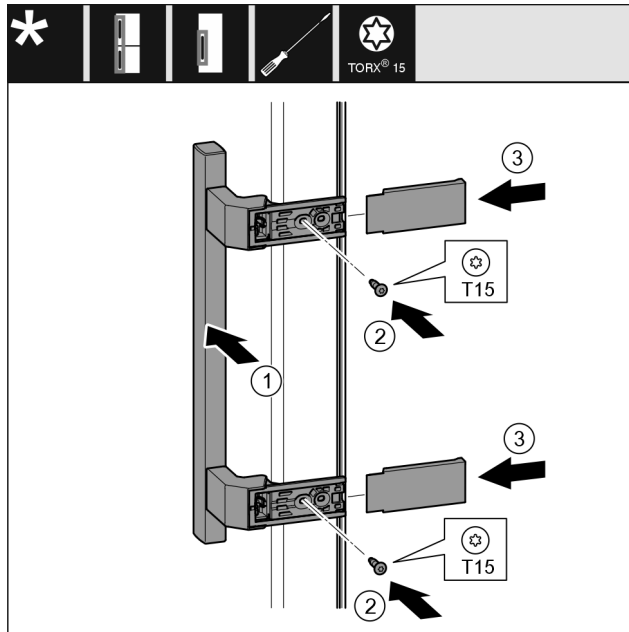

Fig. 41
- ▶ Griff Fig. 41 (1) auf der Gegenseite ansetzen.
- ▶ Schrauben Fig. 41 (2) mit Schraubendreher festschrauben.
- ▶ Abdeckungen Fig. 41 (3) seitlich ansetzen und aufschieben.